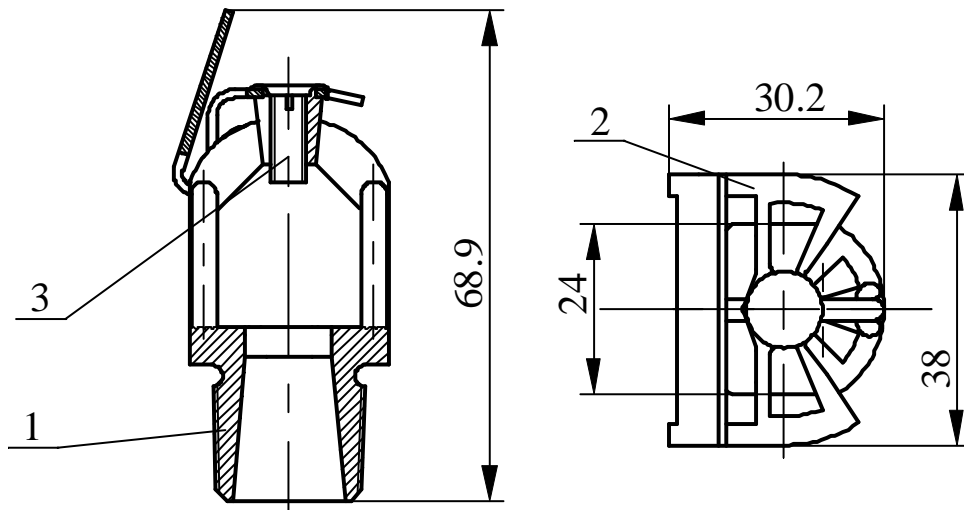

Рис.1
3.1 Ороситель, представленный на рис. 1, состоит из: корпуса 1; розетки 2; винта 3.